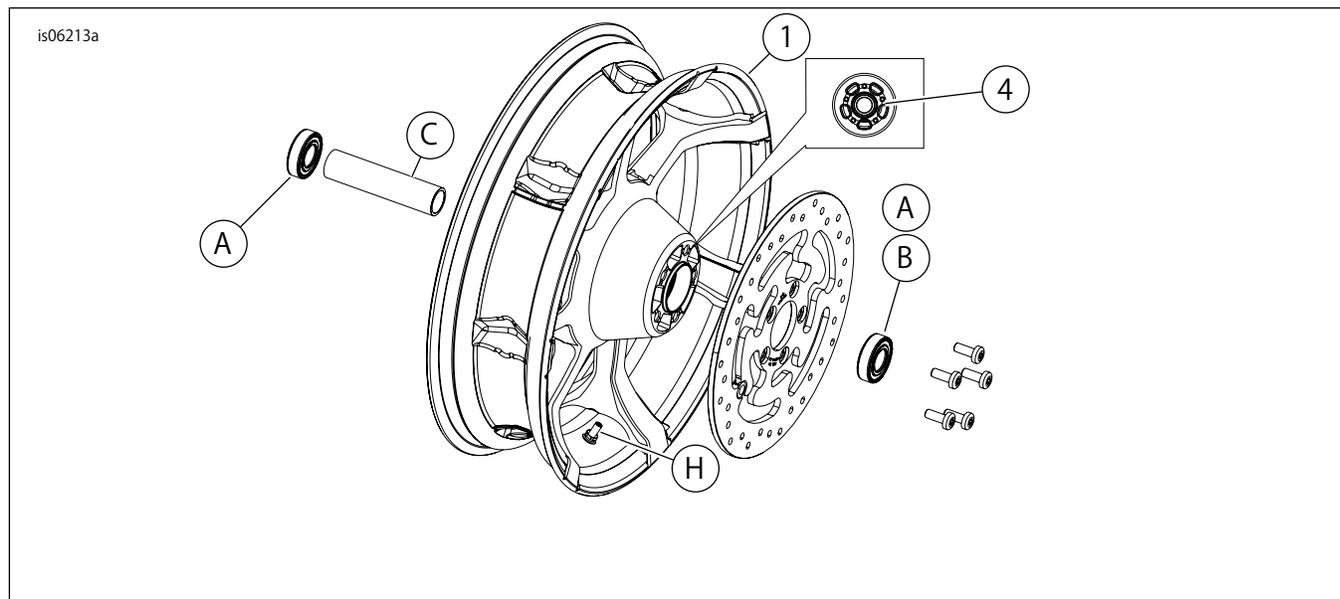

図1。交換用パーツ：リアアジテーターホイール(図示：18インチ)
「図1」および「交換用パーツ表」を参照してください。
2. 「図1」を参照。バルブシステムアッセンブリー(H)をホイールに取り付けます。サービスマニュアルを参照してください。